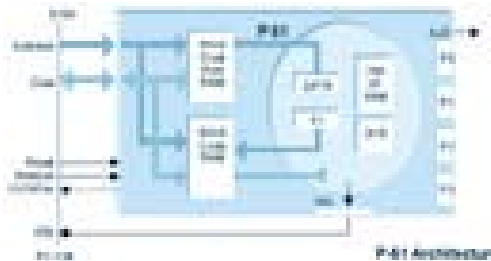

Рис. 9. Структурная схема P-51
Пытаясь реанимировать популярный микроконтроллер 8051, фирма Cybernetic Micro Systems представила его новую концепцию — P51 (Peripheral 8051) со встроенным интерфейсом (E)ISA и PC-104 шины. Обмен данными с (E)ISA шиной выполняется через двухпортовую RAM-память объемом 4 кбайта, а 8 кбайт RAM-памяти, загружаемой со стороны (E)ISA шины, предназначены для хранения программ. Структурная схема микроконтроллера P-51 приведена на рис. 9. В процессорном ядре P-51 реализованы также 256 байт RAM-памяти данных. P-51 полностью совместим на уровне кодов с 8051. В P-51 предусмотрена возможность обмена данными с микропроцессорами типа 8051, 386EX или Z80. В P-51 добавлены шесть новых регистров управления, отсутствующие в классическом микроконтроллере 8051. Максимальная тактовая частота 8051 составляет 60 МГц, что дает возможность увеличить его производительность по сравнению с аналогами 8051, выпускаемыми разными фирмами.